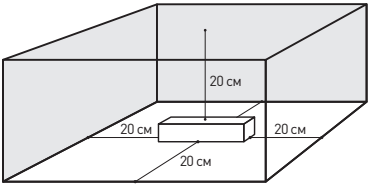

Рис. 8. Свободное пространство вокруг источника
- 4.4. Для соблюдения температурного режима работы обеспечьте не менее 20 см свободного пространства вокруг диммера (рис. 8).